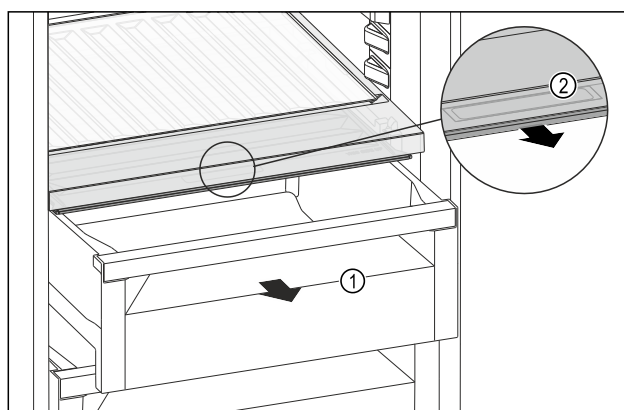

Fig. 86
- ▶ Extrageți sertarul Fig. 86 (1).
- ▶ Prindeți mânerul încastat Fig. 86 (2) de la capacul compartimentului și trageți concomitent capacul compartimentului spre partea frontală.